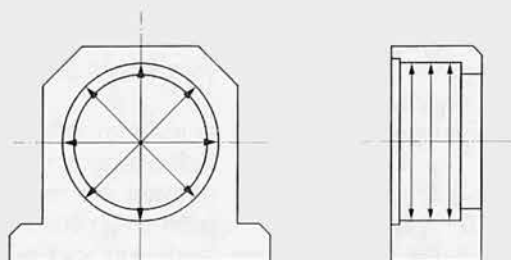

Рис. 8.3 Неразъемный корпус
- (1) Проверка размера отверстия корпуса Измерьте отверстие корпуса для посадки подшипника и убедитесь в правильности его размеров. Положения измерения показаны на **Рис. 8.3**.